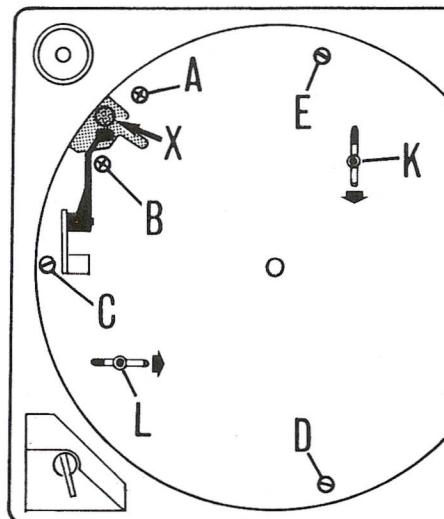

Fig. 2. Transport- og demonteringsskruer
1.2 Transportskruer (fig. 2)
1.2 Transport screws (fig. 2)